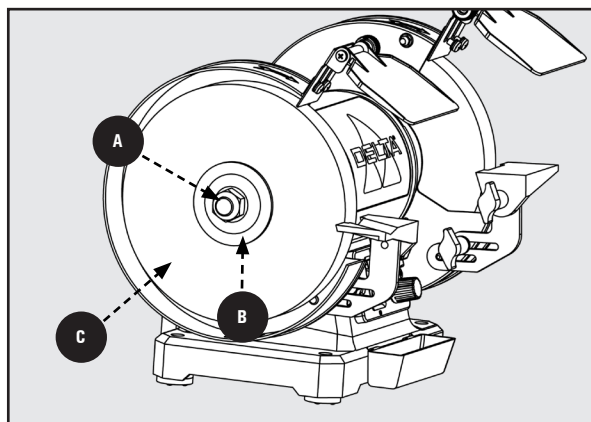

Figure 8
4. Retirez l'écrou de l'arbre **(A)**, la flasque de la meule **(B)** et la vieille meule **(C)**. Voir Figure 8.